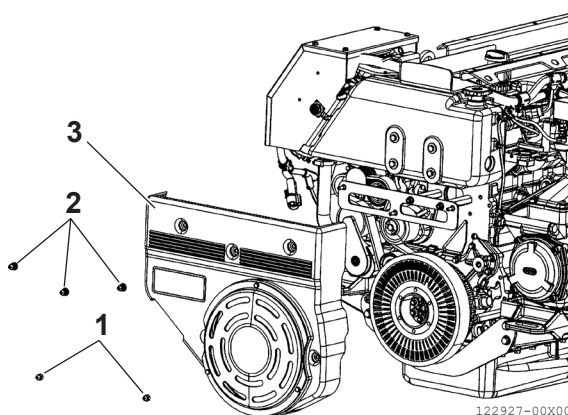

Figure 21
1. Dévissez les écrous (**Figure 21, (1)**), (**Figure 21, (2)**) et retirez la protection avant (**Figure 21, (3)**).